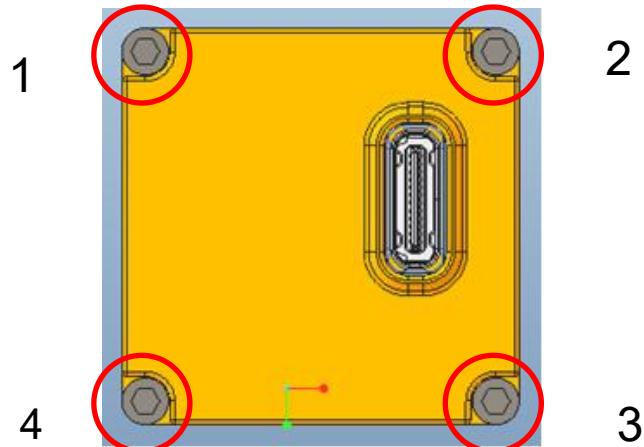

图 38 接口板安装结构图
- 1) 螺钉锁紧或者拆机的时候按照对角交叉的顺序, 逐步锁紧或扭松, 不要一次到位。如下图 38 所示, 按照 1、3 和 2、4 的顺序来紧固;